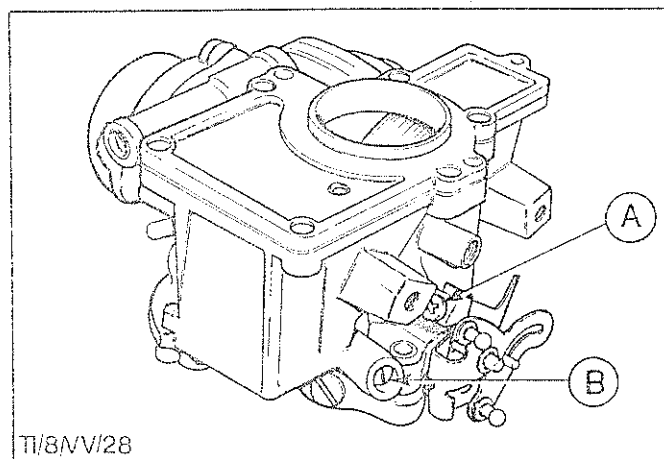

Abb.38 Einstellschrauben
8. Motor ungefähr 30 Sekunden lang mit einer Drehzahl von 3000/min, danach im Leerlauf laufen lassen. Warten, bis sich die Anzeigen stabilisiert haben und Leerlaufgemisch sowie Leerlaufdrehzahl so einstellen, daß das Prüfgerät den vorgeschriebenen CO-Wert bei der vorgeschriebenen Leerlaufdrehzahl anzeigt, Abb.38.